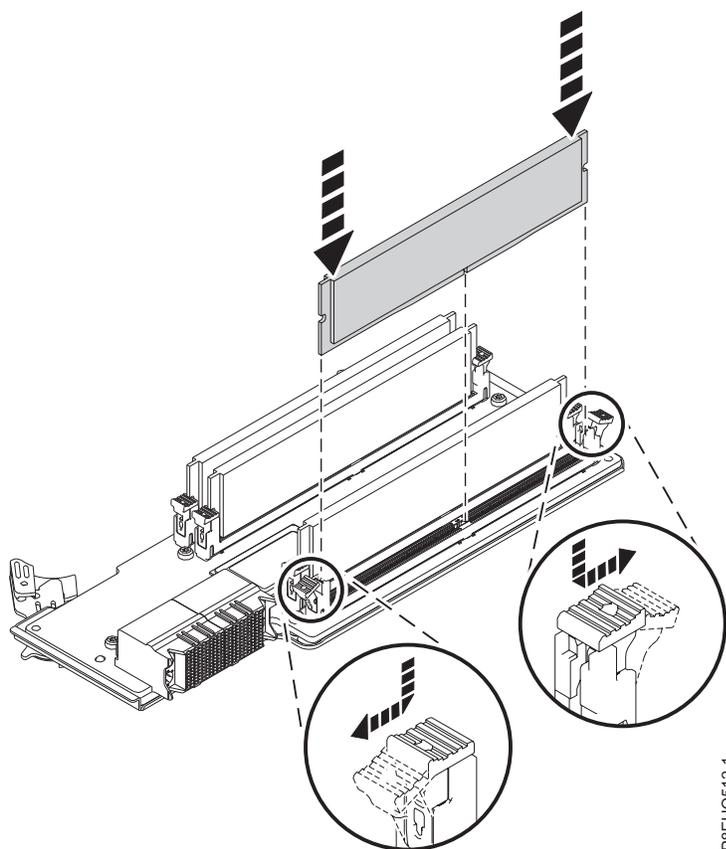

Figure 35. Remise en place d'une barrette mémoire DIMM dans un emplacement sur la carte de bus mémoire
a. Appuyez sur les languettes de verrouillage pour les placer en position ouverte, dans la direction illustrée dans la figure 35, à la page 37.